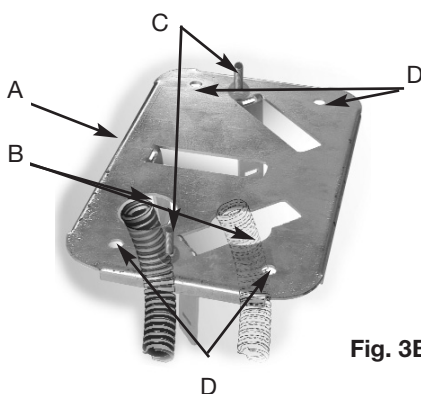

Fig. 3B
- 1) Muratura della piastra (Fig. 3A- Fig. 3B)
- b. Posizionare la contropiastra in modo che la zanca centrale sia verso il pignone del motoriduttore (quindi verso la cremagliera) Fig. 3B particolare A.
- c. Inserire le due viti, M8x30, in dotazione nei fori quadrati della piastra e fissarle tramite i dadi in modo da incastrarle nel quadro, Fig. 3B particolare C.
Passare i tubi flessibili tra i fori, Fig. 3B particolare B. I tubi devono uscire circa 5 cm dai fori della piastra.
- Fissare la contropiastra con 4 tasselli da fondazione, M8x120mm Fig. 3B particolare D non in dotazione, e stringere le viti utilizzando le rondelle (itasselli permettono la regolazione della piastra in altezza).